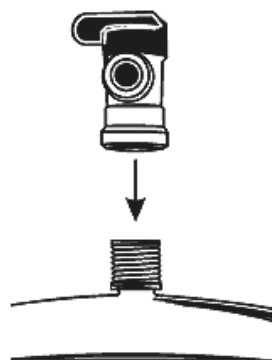

Рис. 13
2. Подсоедините шаровый кран бака к вершине накопительного бака (см. **рис. 13**). Во избежание повреждений крана не прилагайте больших усилий при его установке. Используйте гаечный или разводной ключ.
Устанавливать его необходимо на вертикальной части трубы до первого изгиба сифона (**рис. 13**). Участок трубы, в который выходит дренажная трубка, не должен быть заполнен водой.